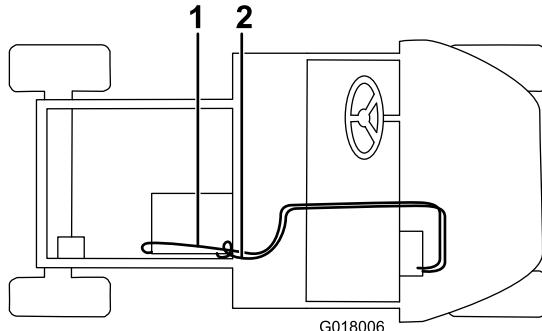

図 22
5. ホースクランプを使ってヒーターバルブに長いホースを接続し、このホースをシートベースの穴へ、次に荷台フレームの穴へ通して、ストレートフィッティングにクランプで接続する図 22。ホースの長さが余っている場合は切断する。
6. ホースクランプを使って、短いホースを白い補給口へ接続し、このホースをグローブボックスのR-クランプに通し、シートベースの穴に通し、下ラジエーターホースの字フィッティングにクランプで固定する図 22。ホースの長さが余っている場合は切断する。